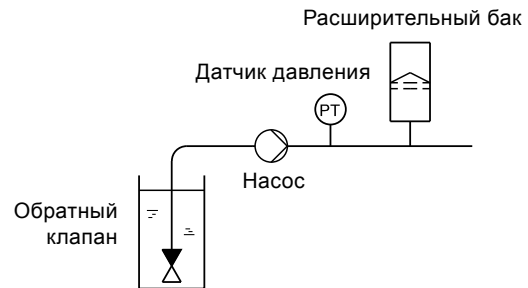

Рис. 30 Положение обратного клапана и датчика давления в системе всасывания
**Внимание** Обратный клапан должен всегда устанавливаться перед датчиком давления. См. рис. 30 и 31.